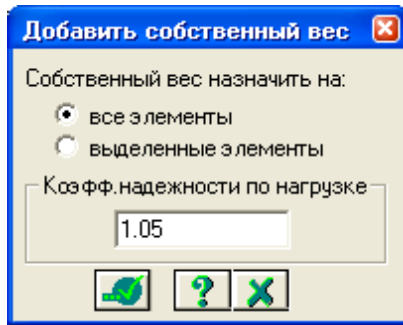

Рис.12.13. Диалоговое окно **Добавить собственный вес**
- Для задания нагрузки от собственного веса элементов каркаса, вызовите диалоговое окно **Добавить собственный вес** (рис.12.13) с помощью меню **Нагрузки** ⇒ **Добавить собственный вес**.